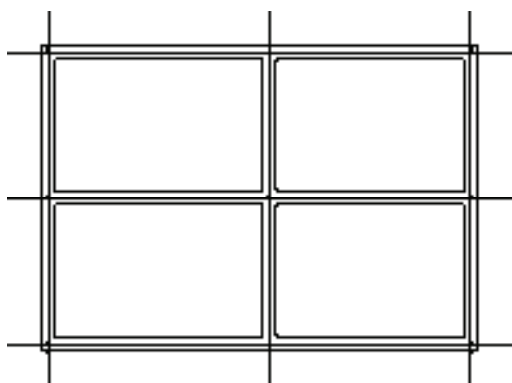

图 3-82 打开素材
- 1) 按〈Ctrl+O〉组合键，打开配套光盘提供的“第 3 章/3.3.1 改墙厚.dwg”素材文件，结果如图 3-82 所示。